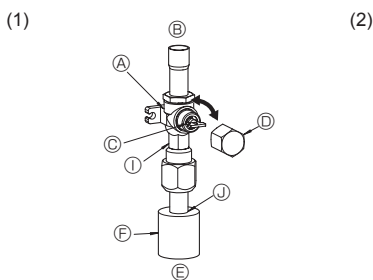
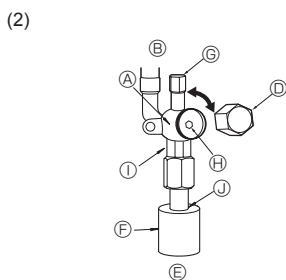

Fig. 4-6
Fig. 4-7
- (1) Lato gas (Fig. 4-6)
- ① Rimuovere il cappuccio, tirare la maniglia verso di sé e ruotare di 1/4 di giro in senso antiorario per aprire.
- ② Assicurarsi che la valvola d'arresto sia completamente aperta, spingere in dentro la maniglia e riportare il cappuccio alla posizione originale.
- (2) Lato liquido (Fig. 4-7)
- ① Togliere il cappuccio e girare fino a quando è possibile l'asta della valvola in senso antiorario utilizzando una chiave esagonale da 4 mm. Smettere di girare quando si urta l'otturatore. (ø9,52: circa 10 giri)